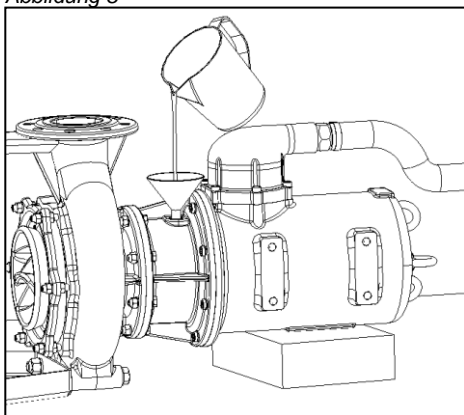

Abbildung 10
3. Vorgeschriebene Ölmenge und Sorte bis zum unteren Rand der Gewindebohrung einfüllen (Abbildung 10)